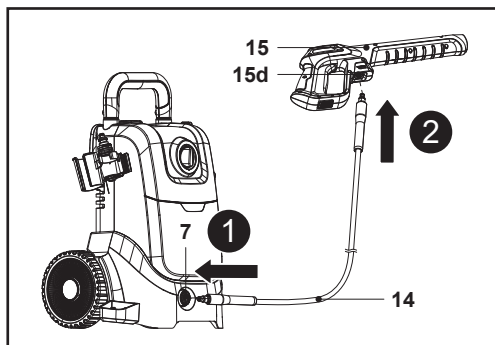

Fig. 5
1. Empurre uma extremidade da mangueira de pressão (14) para o conetor de mangueira (7) na máquina até ao final, ouvindo um clique (Fig. 5, passo 1).
3. Empurre até ao fim a outra extremidade da mangueira de pressão (14) para o interior do conetor (15d) da mangueira na pistola de pulverização (15), gerando um clique (Fig. 5, passo 2).